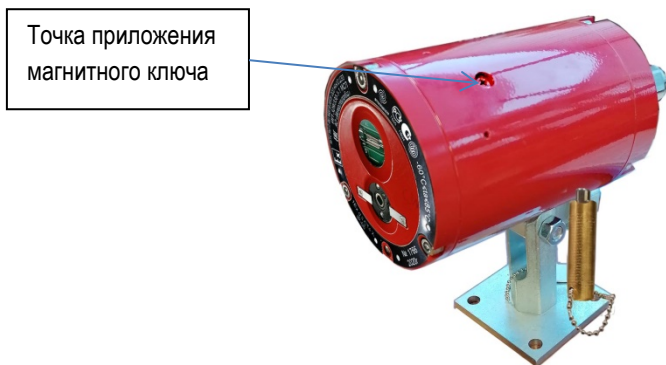

Рисунок 6. Точка приложения магнитного ключа
2.2.6 Сброс сигнала «Пожар» осуществляется магнитным ключом (рис. 6) или по каналу RS-485 (см. Приложение Б), либо кратковременным отключением питания (от 3 до 5 с), если включен переключатель «Фиксация» (рис. А5 приложения А).
магнитный ключ из комплекта принадлежностей (рис.6). Извещатель переходит в режим «Норма» (если пламя отсутствует).